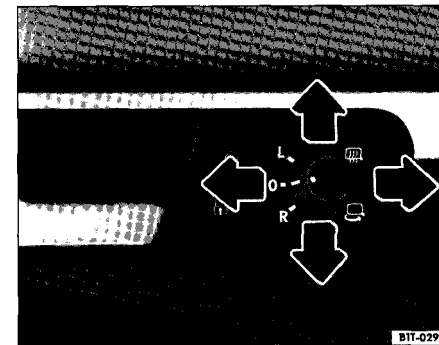

Fig. 50 Detail de la porte du conducteur : bouton rotatif pour les retroviseurs extérieurs
1. Tournez le bouton rotatif fig. 50 en position L (retroviseur extérieur gauche).
— Tournez le bouton rotatif = fig. 50 en position  pour activer le degivrage des retroviseurs extérieurs.
— Tournez le bouton rotatif fig. 50 en position , pour rabattre les retroviseurs extérieurs. Pour eviter tout , il est conseille de toujours rabattre les retroviseurs extérieurs lorsque vous passez dans une installation de lavage automatique.
— Tournez le bouton rotatif = fig. 50 dans une autre position pour remettre en place les retroviseurs extérieurs
2. Tournez le bouton rotatif fig. 50 en position L (retroviseur extérieur gauche).
3. Reglez le retroviseur en faisant pivoter le bouton rotatif de sorte que vous ayez une bonne vue vers l'arriere. Le retroviseur extérieur droit est alors regle simultanement (de maniere synchrone). Si necessaire, veuillez rectifier le reglage du retroviseur droit en tournant le bouton rotatif fig. 50 en position R.